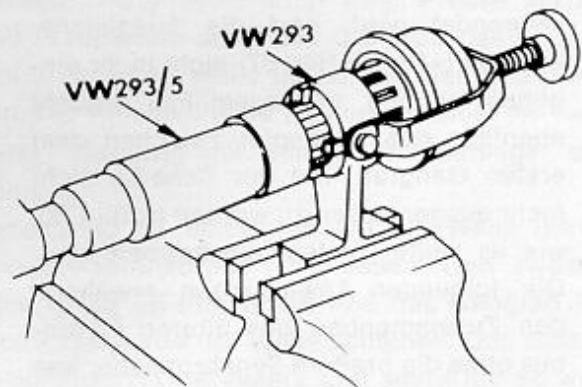
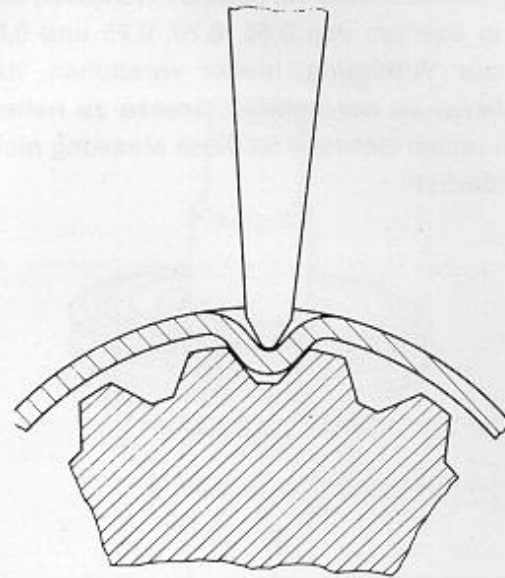

Bild 69
Bild 74
Zum Lösen der Rundmutter bei Getrieben vor Baujahr 1976 (vor August 1975), die das Kegelradlager an der Kegelradwelle hält, ist eine Spezialvorrichtung erforderlich, welche in Bild 69 gezeigt ist. Falls diese Vorrichtung nicht zur Verfügung steht, könnte es sehr schwierig sein, diese Mutter zu lösen. Das Kegelrollenlager kann danach von der Welle gepreßt werden.
- Unter Verwendung des Spezialwerkzeuges in Bild 69 die Rundmutter auf ein Anzugsdrehmoment von 20 mkp (200 Nm) anziehen. Nach dem Festziehen die Sicherungskante der Mutter an drei Stellen, in Abständen von je 120° in die Keilverzahnungen des Kegelrades verstemmen, wie es aus Bild 74 ersichtlich ist.